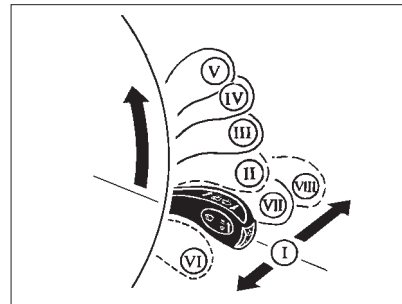

Рис. 49. Переключатель стеклоочистителей
**I** (рис. 49) – **нейтральное положение**. Очистители и омыватели стекол выключены.